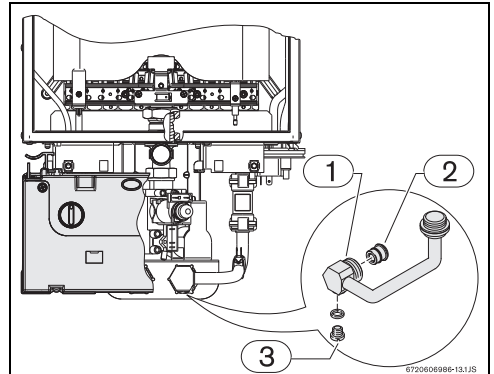

Fig. 11 Tornillo de purgación
- afloje el tornillo de purgación (Fig. 11) situado en el tubo de entrada de agua.